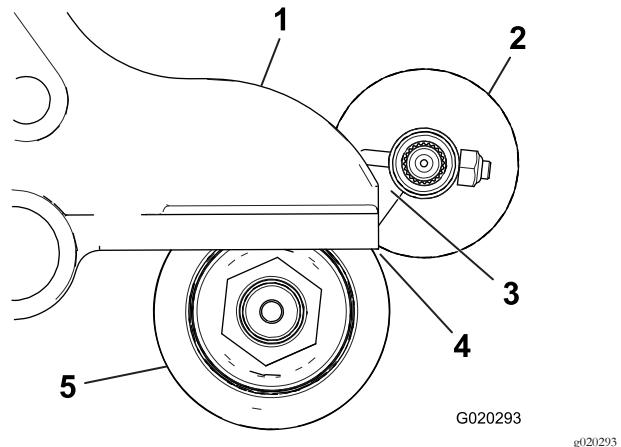

図 9
2. ローラブラシが後ローラにわずかに触れるまたは乗るように、ローラブラシの位置を決める図 9。